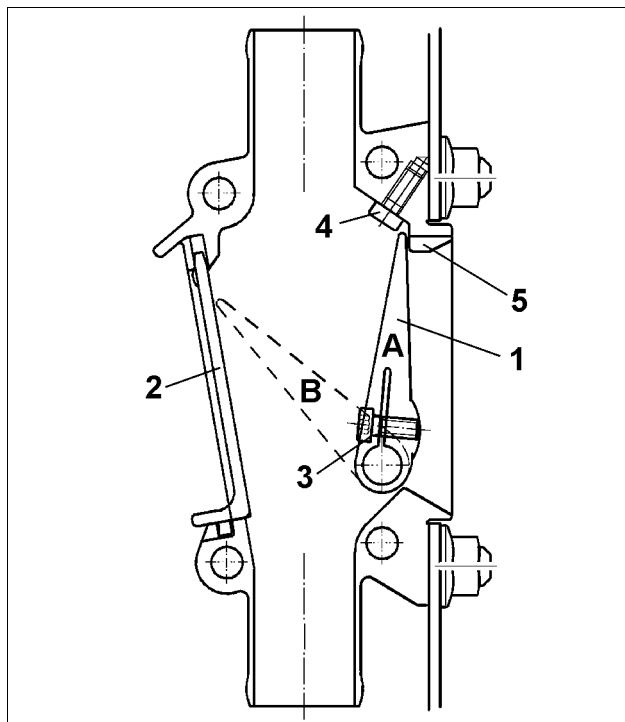

Fig. 42
- **Aktivering af klap (Fig. 42/B) (til køresporsskær)**
Hver enkelt klap (Fig. 42/1) kan aktiveres i selve klappassen. For at komme ind til klappen, skal den tilsvarende montageluge (Fig. 42/2) afmonteres. Lugen skubbes op og trækkes herefter fremad og ud.
Den ønskede klap (Fig. 42/1) monteres på akslen ved hjælp af en umbraco-bolt (Fig. 42/3). Mens bolten spændes, må job-computeren ikke vise køresporsskift "0" og klappen skal trykkes imod anslag (Fig. 42/5) – f.eks. ved hjælp af en finger. Boltens må ikke strammes for kraftigt, idet klappen skal kunne bevæge sig frit.
Låseskruen (Fig. 42/4) drejes løst i, således at klappen frit kan passere skruens hoved.
- **Deaktivering af klap (Fig. 42/A) (til normalt såskær)**
Hver enkelt klap (Fig. 42/1) kan deaktiveres. For at komme ind til klappen, skal den tilsvarende montageluge (Fig. 42/2) afmonteres. Lugen skubbes op og trækkes herefter fremad og ud.
Job-computeren må ikke vise køresporsskift "0". Klappen trykkes imod anslag (Fig. 42/5) – f.eks. ved hjælp af en finger. Umbraco-bolten (Fig. 42/3) løsnes indtil den hermed forbundne klap kan bevæges frit på selve akslen.
Låseskruen (Fig. 42/4) drejes ca. 5 mm ud, således at den deaktiverede klap ikke kan bevæges og såsædsbeholderens åbningen således lukkes.